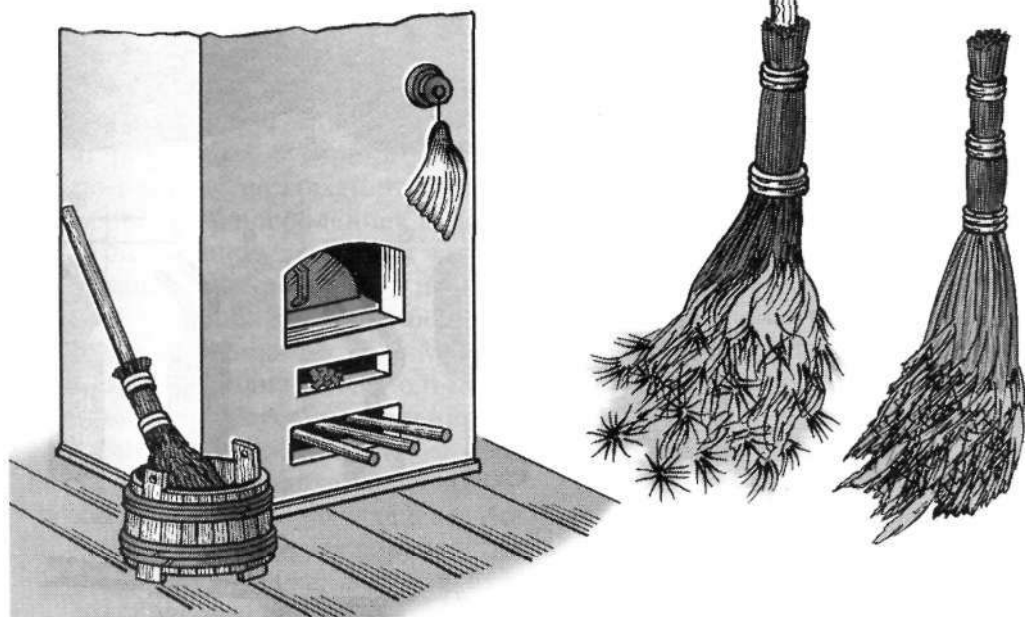

Рис. 65
**Помело.** «Под полом, под серединой, сидит баба с бородой», — загадывает одна старинная народная загадка. Таинственная баба с бородой, о которой идет речь в загадке, — помело. Оно неизменно находится при духовой русской печи и предназначено для очистки шестка и пода (рис. 65). Чаше всего под в печи подметали перед тем, как печь пироги. Помело предназначалось исключительно для пе-